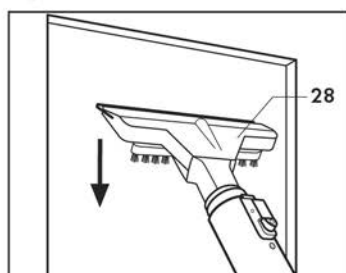

Fig. 12
- appuyer la racle en caoutchouc sur la surface et aspirer l'eau présente en effectuant des mouvements rectilignes verticaux vers le bas (Fig. 12).